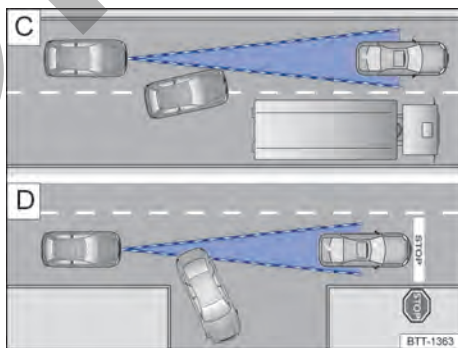

Fig. 99 [C] Cambio de carril. [D] Vehículo girando o parado.
Por ejemplo, si un vehículo detectado por el ACC gira o cambia de carril, y si hay un vehículo parado frente a este vehículo, el ACC no reaccionará al vehículo parado → [fig. 99 \[D\]](#).
- Vehículos que cambian al carril donde usted está a poca distancia del vehículo → [fig. 99 \[C\]](#).